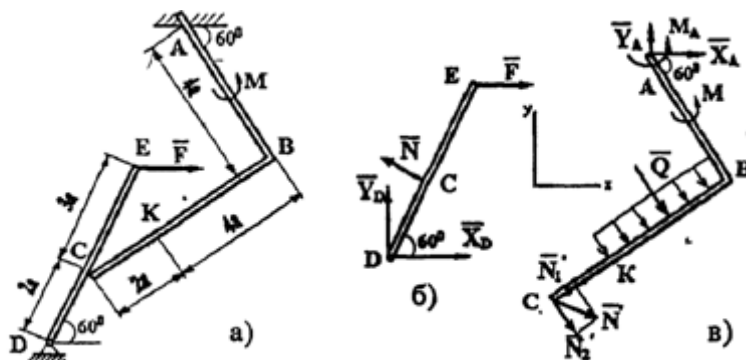

Рис. 22
Пример 10. На угольник ABC ($\angle ACB = 90^\circ$), конец A которого жестко заделан, в точке C опирается стержень DE (рис. 22, а). Стержень имеет в точке D неподвижную шарнирную опору, и к нему приложена сила \vec{F} , а к угольнику - равномерно распределенная на участке KB нагрузка интенсивности q и пара с моментом M .
Решение. 1. Для определения реакций расчленим систему и рассмотрим сначала равновесие стержня DE (рис. 22, б). Проведем координатные оси XU и изобразим действующие на стержень силы: силу \vec{F} , реакцию \vec{N} , направленную перпендикулярно
2. Теперь рассмотрим равновесие угольника (рис. 22, в). На него действуют сила давления стержня \bar{N} , направленная противоположно реакции \bar{N} , равномерно распределенная нагрузка, которую заменяем силой \bar{Q} , приложенной в середине участка KB (численно $Q = q \cdot 4a = 16 \text{ кН}$), пара сил с моментом M и реакция жесткой заделки, складывающаяся из силы, которую представим составляющими \bar{X}_A, \bar{Y}_A , и пары с моментом M_A . Для этой плоской системы сил тоже составляем три уравнения равновесия: